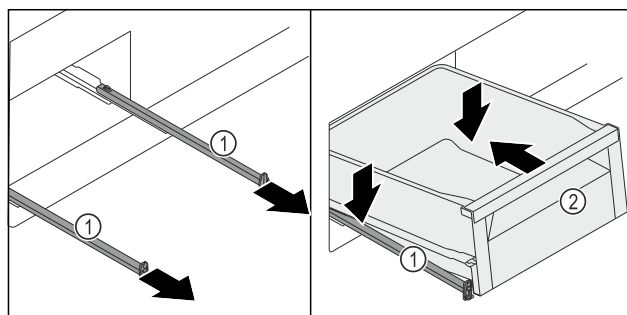

Fig. 136
- Estrarre le guide Fig. 136 (1).
- Mantenere fisse le guide Fig. 136 (1) e posizionare il cassetto Fig. 136 (2) in posizione obliqua inserendolo dall'alto sulle guide Fig. 136 (1).
- Inserire il cassetto Fig. 136 (2) sulle guide Fig. 136 (1) spingendolo all'indietro fino a battuta.